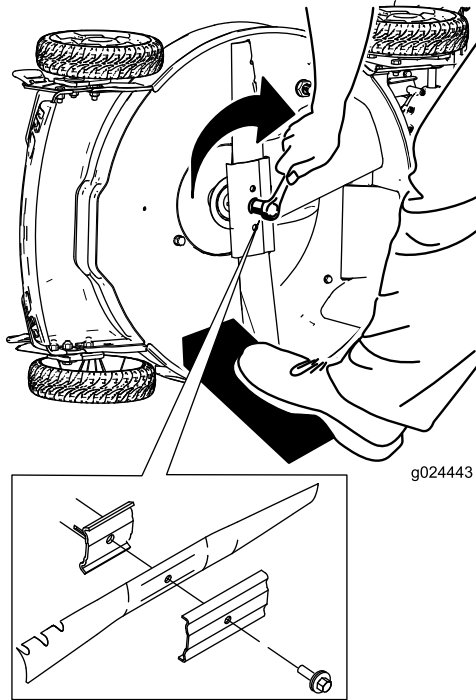

Figura 9
1. Instale la cuchilla nueva y todos los herrajes de montaje (Figura 9).